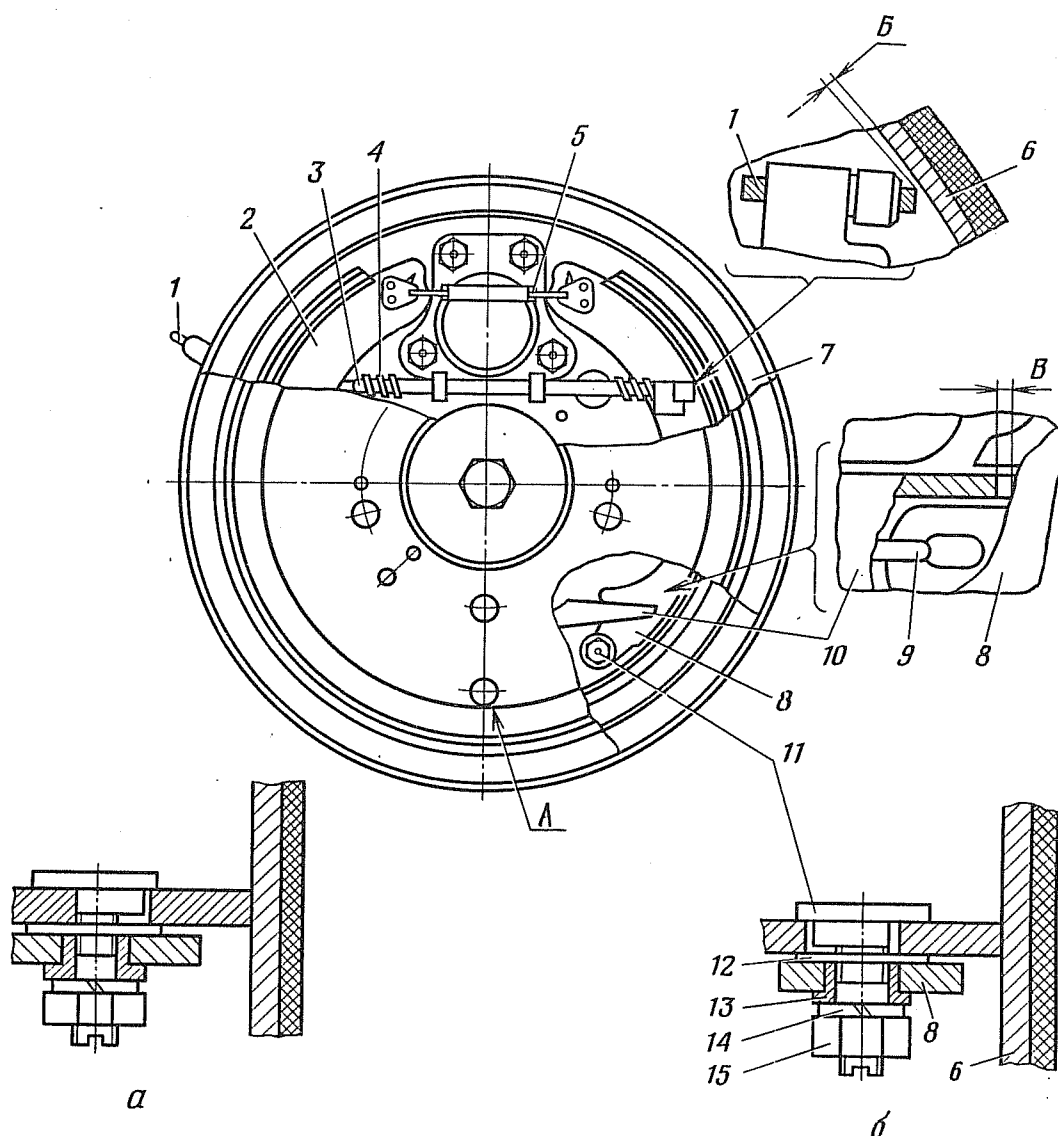

Рис. 83. Тормоз заднего колеса:
Примечание. При снятии тормозного барабана рычаг ручного привода тормоза должен быть опущен вниз до упора. При затрудненном снятии тормозного барабана с колодок провернуть тормозной барабан до совмещения отверстия А (рис. 83) с гайкой 15, установить на гайку торцовый ключ и отодвинуть им колодку от барабана.
4.2. Вставить регулировочный винт 11 (рис. 83) в отверстие колодки 6, установить на регулировочный винт шайбу 12, разжимной рычаг 8, втулку 13, пружинную шайбу 14 и закрепить гайкой 15 (ключ торцовый 13, отвертка 200×1,0).